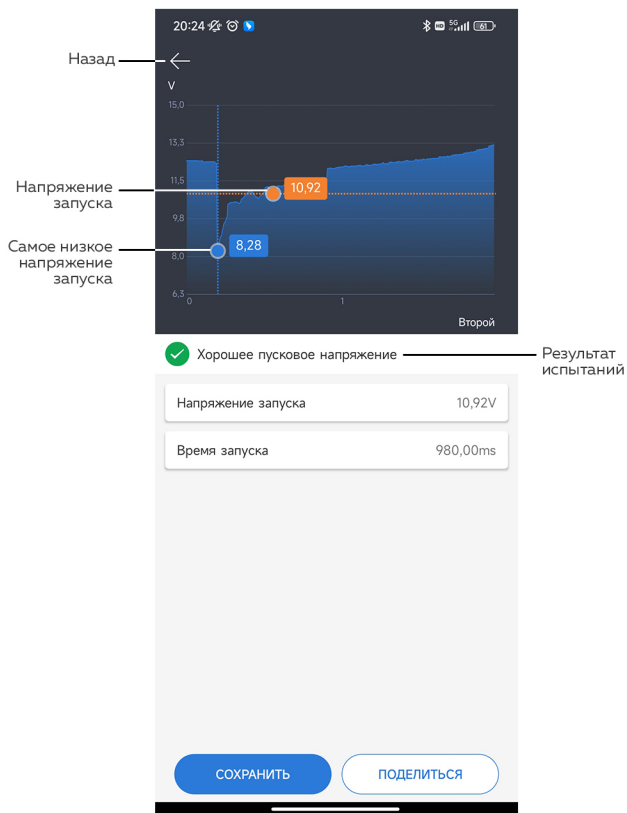

Рисунок 5.4.3
3) Результат теста будет показан ниже (см. рис. 5.4.3).